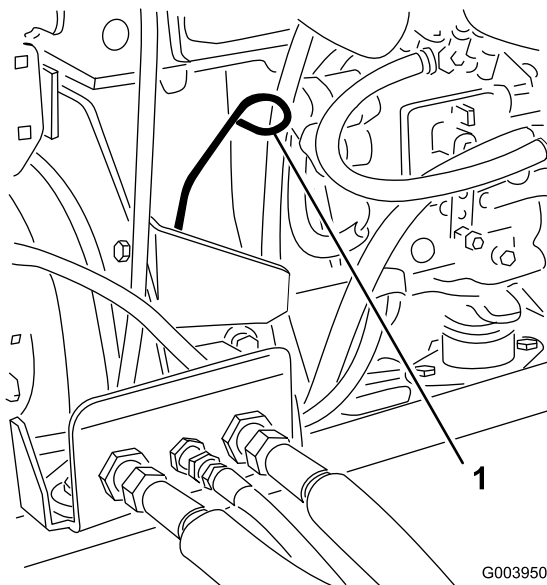

Рисунок 75
3. Извлеките масломерный щуп, тщательно протрите и снова вставьте его (Рисунок 75).